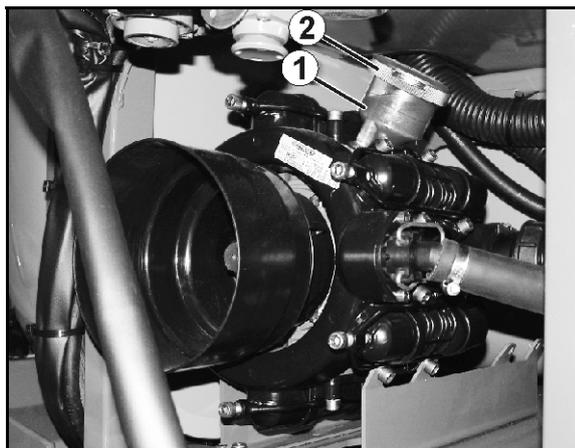

Fig. 157
1. Comprobar que el nivel de aceite sea visible en la marca (Fig. 157/1) con la bomba parada y en posición horizontal.
3. Retirar el tapón (Fig. 157/2) y rellenar con aceite, si el nivel no es visible en la marca (Fig. 157/1).
2. Retirar el tapón (Fig. 157/2).
5. Girar alternativamente el eje de accionamiento a derecha e izquierda y reponer el aceite nuevo poco a poco. La cantidad de aceite correcta se ha alcanzado cuando el aceite se ve en la marca (Fig. 157/1).